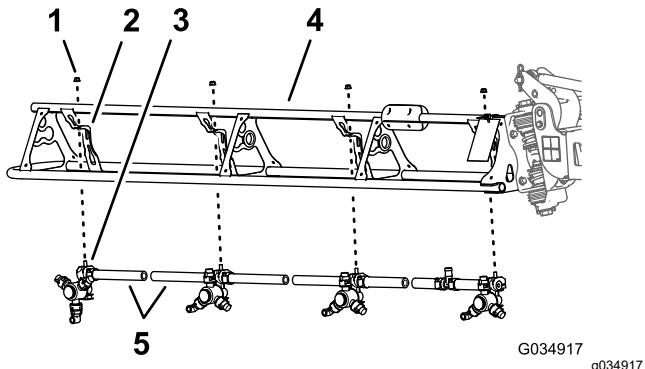

Рисунок 67
- На наружной секции стрелы перережьте шланг между двумя распылительными соплами (Рисунок 67).
- Отверните фланцевую контргайку (5/16 дюйма), которая крепит распылительное сопло к опоре сопла (Рисунок 67).
- На средней секции стрелы перережьте шланг между двумя распылительными соплами (Рисунок 67).